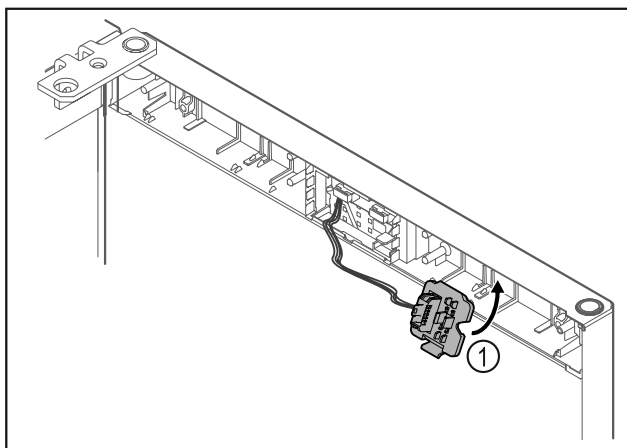

Fig. 17
- Innestare il porta-connettore Fig. 17 (1) sul lato opposto.